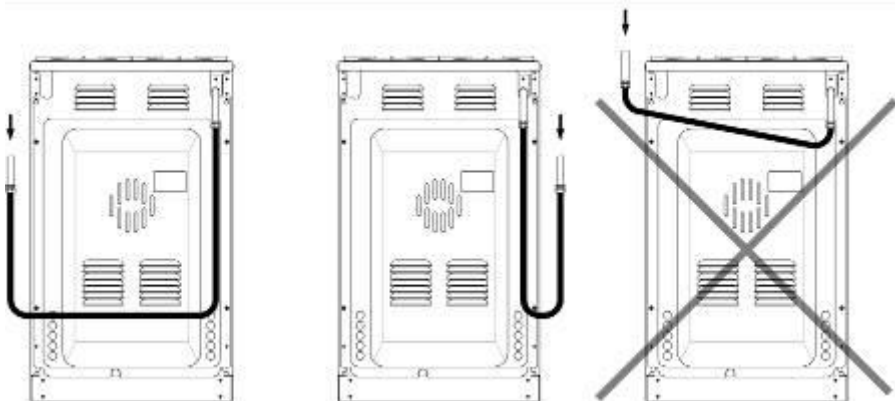

Рис. 2. Расположение гибкого шланга
- гибкий присоединительный шланг не должен проходить в зоне высокого нагрева и касаться задней стенки плиты (Рис. 2);
Внимание! После установки плиты на место обязательно проверьте положение гибкого шланга подвода газа и шнура питания (Рис. 2). Они не должны проходить над дымоходом и касаться задней стенки плиты. Во время работы духовки там возникает высокая температура, которая может их повредить.